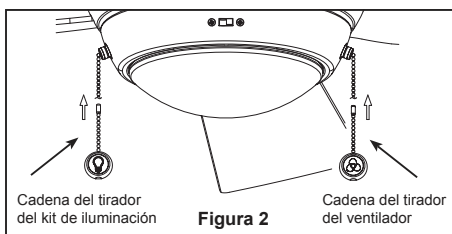

Figura 2
- ☐ 2. Instale el cadena del tirador del ventilador y cadena del tirador del kit de iluminación. (Figura 2)